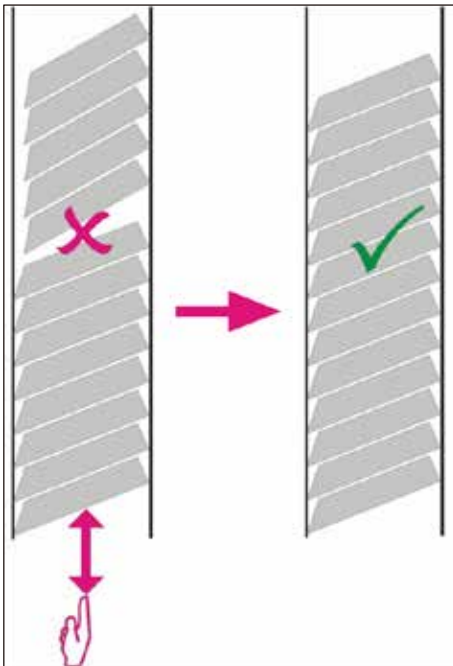

図 29
✓ カセットがマガジン内に正しく位置するはずです (→ "図 29")。
- テープで固定されたカセットを使用する場合は、新しく挿入されたスタックが以前に装填されたカセットと完全に整列していることを確認してください(→ "図 29")。